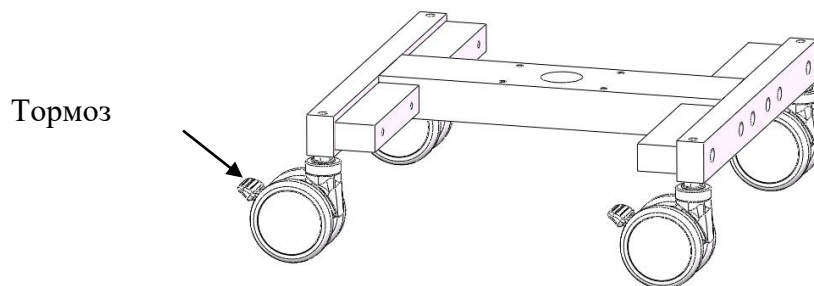

Рис. 11.1.1 Сборка рамы с колёсами
- 1) Снимите основание с паллеты, поставьте на пол, как показано на рис. 11.1.1, поставьте колесо на тормоз.